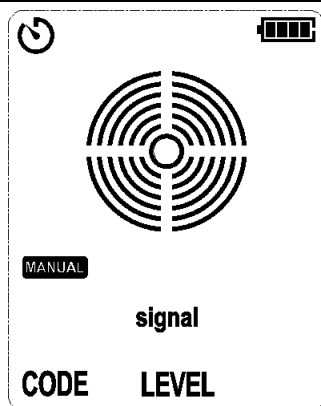

Figure 7.2.3a Aucun signal détecté
1. Mettez le récepteur sous tension, puis appuyez brièvement sur le bouton AUTO/MANUAL pour passer en mode manuel, comme illustré à la figure 7.2.3a.